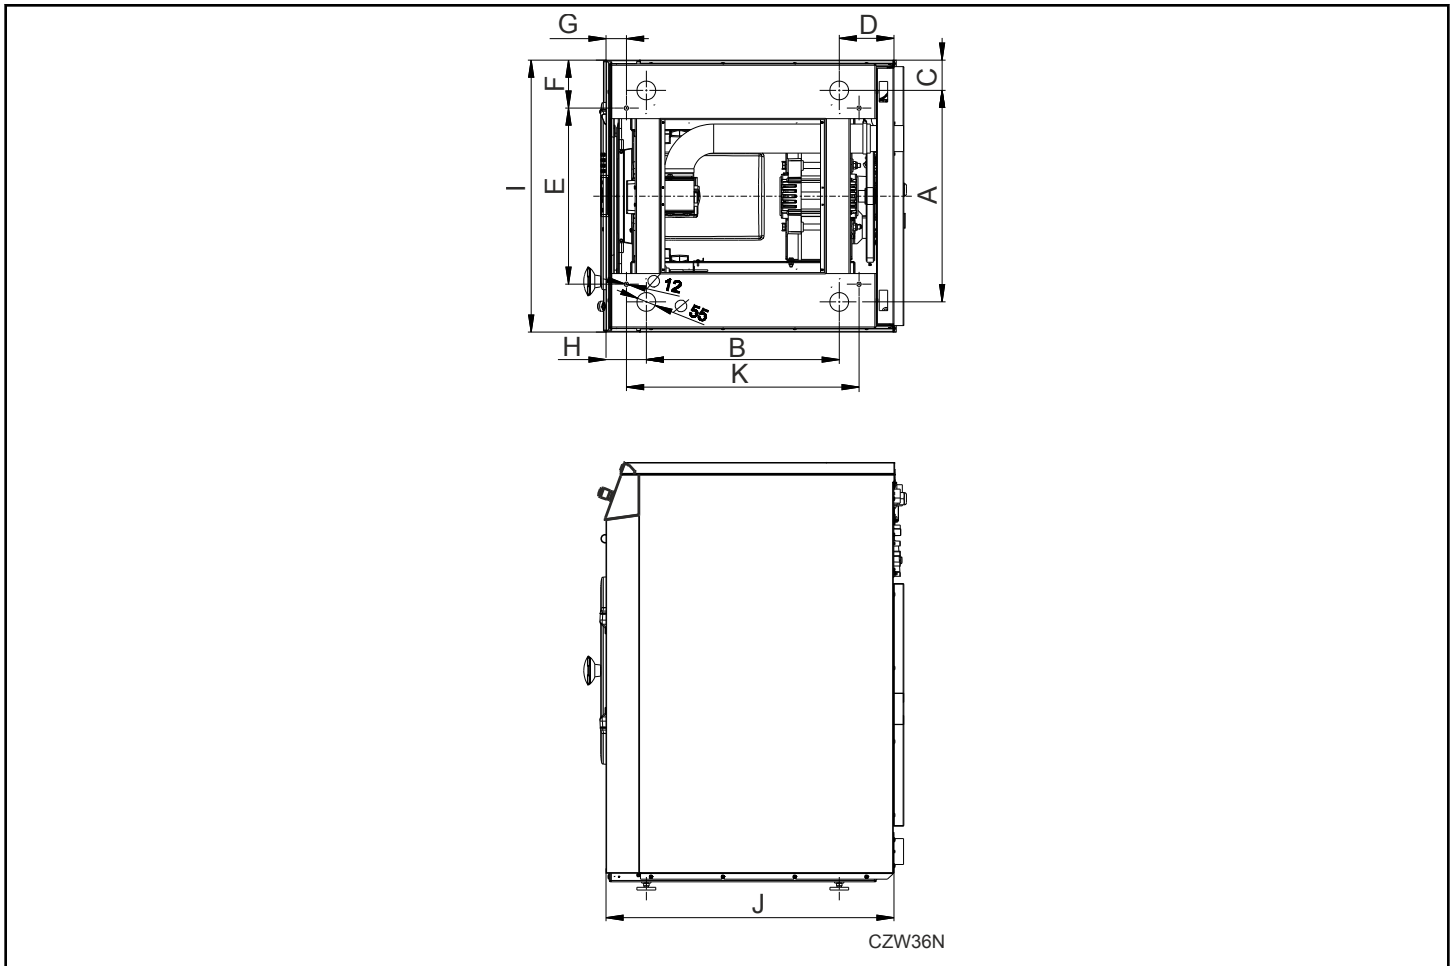

Figura 4
1. Perfore 2 orificios para los pernos de anclaje, consulte *Figura 4*. El diámetro del orificio en la base de la máquina es 12 mm [0,47 pulg.].